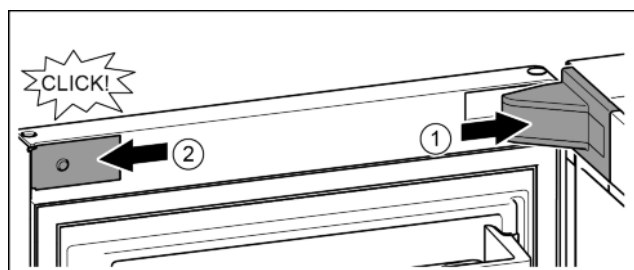

Fig. 18
- ▶ Anbring hængselkonsollens afdækningen, og sørg for, at den går i indgreb, tryk den eventuelt forsigtigt fra hinanden. Fig. 18 (1)
- ▶ Sæt afdækningen på i siden i og lad den gå i indgreb. Fig. 18 (2)